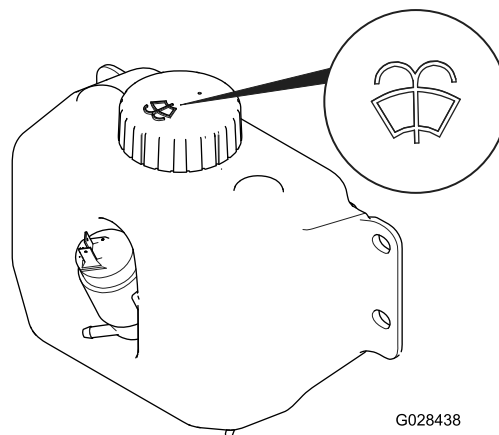

Рисунок 50
- Откройте капот и найдите бачок стеклоомывателя (Рисунок 50).